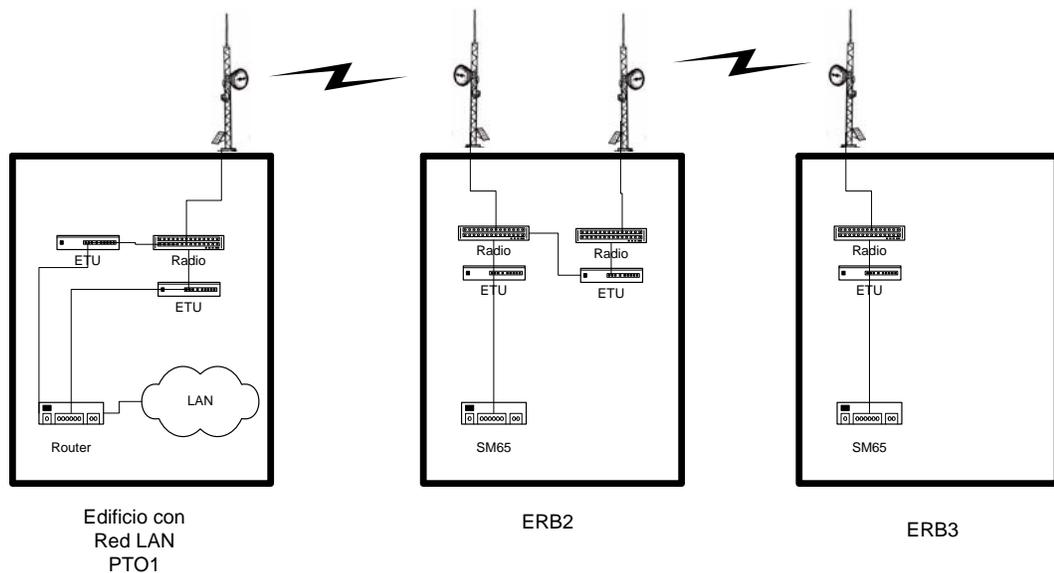

Figura 57. Esquema de conexión de varios puntos.
En la figura 57 se aprecia una conexión Canopy de varios puntos en serie, la información viaja a través de varios enlaces pudiendo así conectar un extremo a otro pasando por puntos que funcionan como sitios de tránsito; en dichos sitios de tránsito se podría agregar información que será transmitida a través del mismo enlace hasta el sitio de gestión o supervisión.
- Se debe tener tantos pares de tarjetas ETU como estaciones radio base se requiere supervisar, esto es, si se requiere supervisar una ERB3 desde un PTO1, a través de una ERB2, también supervisada, se debe tener dos pares de tarjetas ETU, un par en PTO1 y un par en ERB2, además de dos puntos de red habilitados en PTO1. En la figura 57 se muestra de manera gráfica lo explicado anteriormente
En la Figura 57 se observa una conexión de varios puntos.